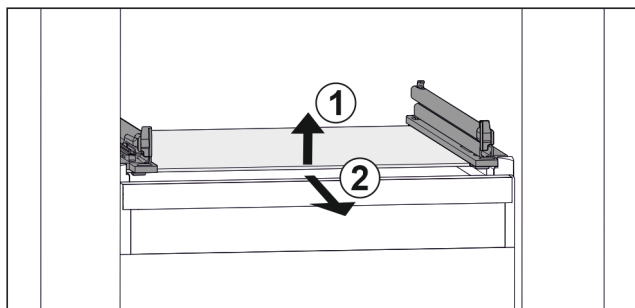

Fig. 114 Vejledende visning af glaspladen
- ▶ Løft glaspladen foran. Fig. 114 (1)
- ▶ Tag glaspladen ud fremefter. Fig. 114 (2)